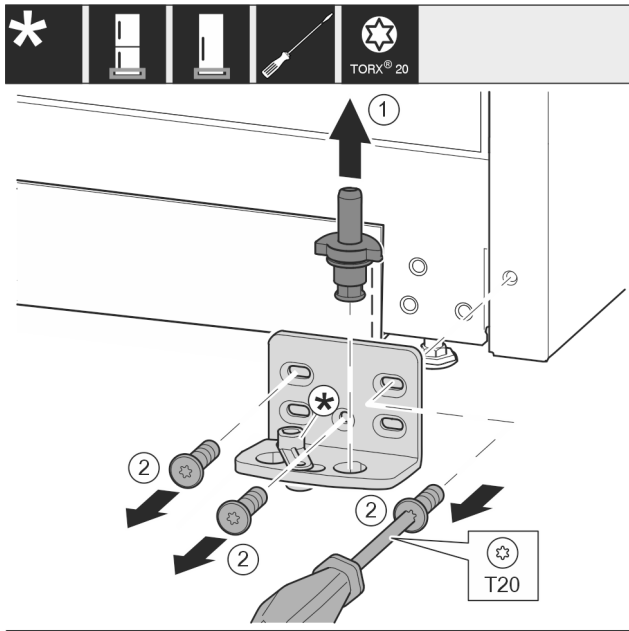

Fig. 10
- Irrota laakeripultti kokonaan vetämällä se pois yläkautta. Fig. 10 (1)
- Kierrä ruuvit irti T20-ruuvimeisselillä ja irrota laakeripukki. Fig. 10 (2)